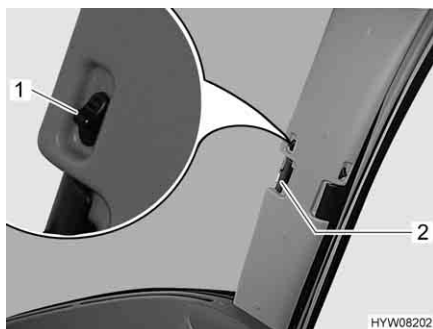

Fig. 38 Tendina oscurante pieghevole per il parabrezza
- Spingere il bottone di bloccaggio (Fig. 38,1) verso l'alto.
- Tirare la tendina oscurante pieghevole del parabrezza per la maniglia (Fig. 38,2) verso il centro della finestra.
- Spingere verso l'esterno le due metà della tendina oscurante pieghevole del parabrezza per la maniglia (Fig. 38,2) fino all'arresto.
- Spingere il bottone di bloccaggio (Fig. 38,1) in basso.